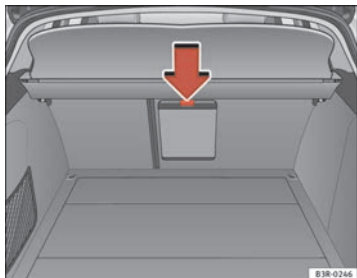

Abb. 128 Ausschnitt der Rückbank von hinten: Deckel der Durchladeeinrichtung
- Die Entriegelungstaste für den Deckel des Durchladesacks ⇒ Abb. 128 -Pfeil- drücken und ihn nach unten schwenken.